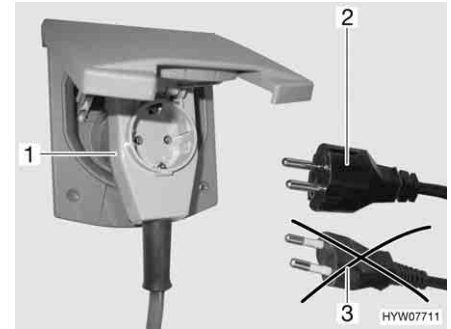

Bild 143 Anschluss an eine Winkel-
- ▶ Bei Verwendung einer CEE 17 Winkelkupplung mit rückseitig eingebauter Steckdose (Bild 143,1) nur einen gummierten und versiegelten IP 44 Stecker mit Schutzkontakt (Bild 143,2) verwenden. Keine Stecker ohne Schutzkontakt (Bild 143,3) verwenden. Gefahr eines Stromschlages!